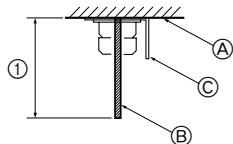

Fig. 3-4
3.2.4. Preparação da unidade interior (Fig. 3-4)
- Preveja o comprimento a partir do tecto (① dentro de 100 mm).